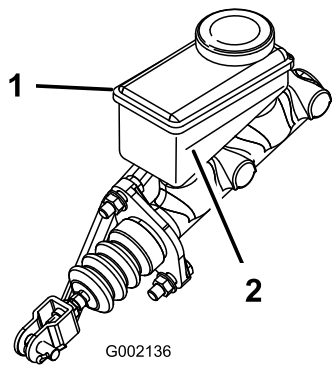

Bild 36
3. Sehen Sie sich die Seite des Behälters an. Der Stand sollte über der Minimummarkierung liegen (Bild 36). Wenn die Bremsflüssigkeit niedrig ist, reinigen Sie den Bereich um den Deckel, nehmen Sie den Deckel ab und füllen Sie den Behälter bis über die Minimummarkierung. Füllen Sie nicht zu viel ein.